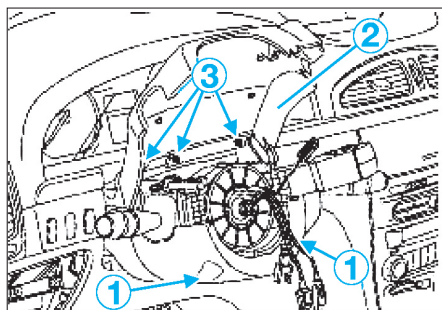

FIG. 5
- Déposer les vis (1) (fig. 5).